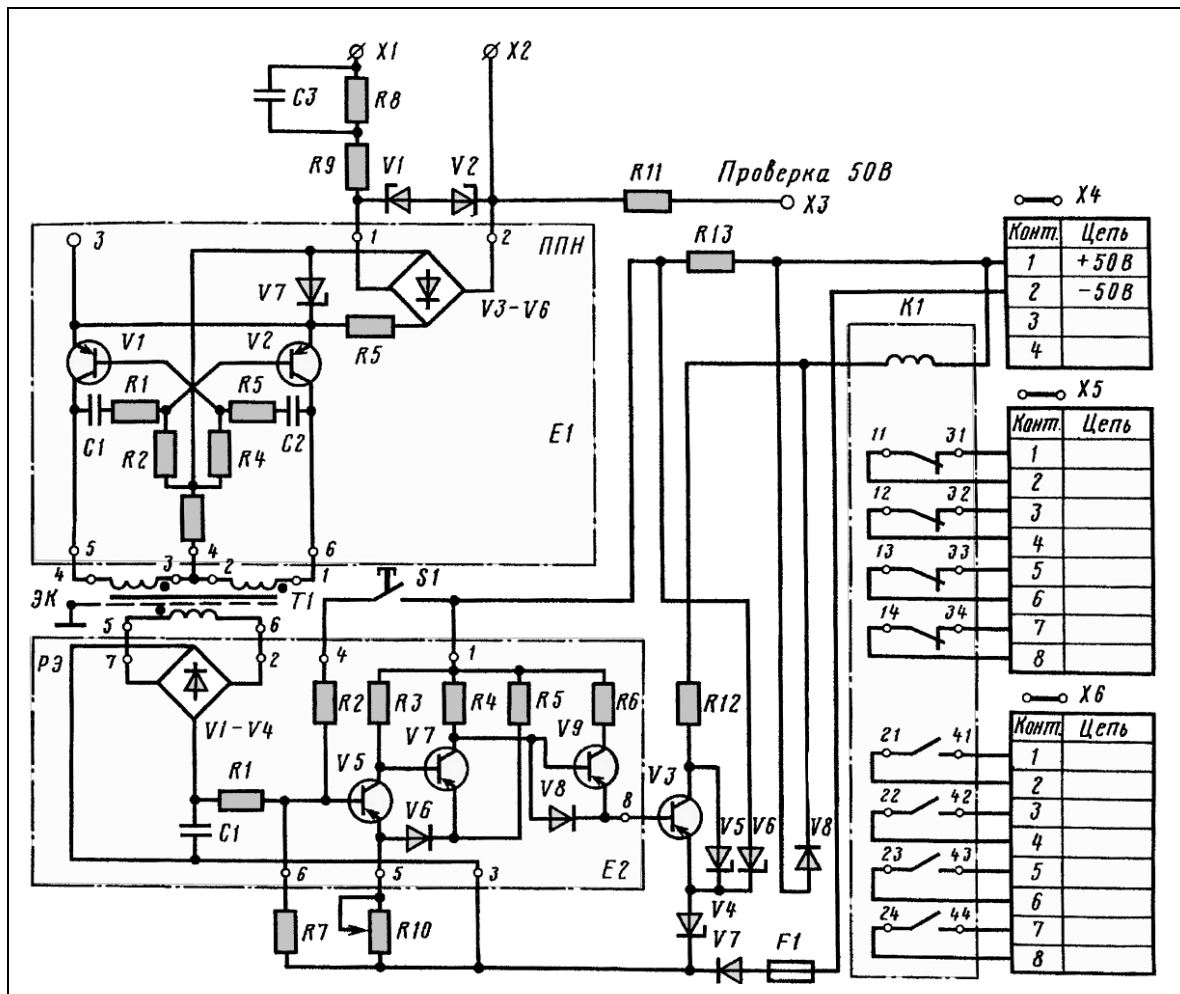

Рис. 156. Принципиальная электрическая схема датчика боксования ДБ-007
Низковольтная часть датчика закрыта кожухом 6. Зажимные выводы 7 используют для присоединения низковольтных проводов. Принципиальная электрическая схема датчика дана на рис. 156. Датчик производит сравнение напряжений-якорей двух последовательно включенных тяговых электродвигателей электровоза. В каждой секции устанавливается по два датчика боксования, вклю-
Защита датчика от неправильного подключения к цепям управления (нарушение полярности) осуществляется диодом $V7$ (размещен вне печатной платы), а от перегрузок и коротких замыканий - предохранителем с плавкой вставкой $F1$ (поз. 10 на рис. 156). Статическая уставка срабатывания датчика регулируется потенциометром $R10$ (поз. 8 на рис. 156).
- нажимают на кнопку S1 (поз. 9 на рис. 156).